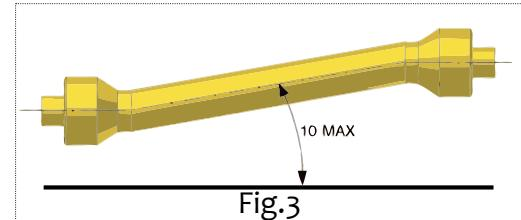

Fig.3
- Die Zapfwelle ausschalten, wenn die Gelenkrolle einen zu offenen Winkel (nie über **10 Grad**, Abb. 3) aufweist und wenn sie nicht benutzt wird.
Verladen mittels Kran: Sicherstellen, dass der zum Heben des Geräts zur Verfügung stehende Kran eine passende Tragfähigkeit aufweist. Die Lastanschlagstellen zum Heben sind gut sichtbar und werden durch Aufkleber kenntlich gemacht. Siehe Abb. 3. Das Gerät sehr vorsichtig heben und es langsam und ruckfrei auf dem Lkw oder dem Eisenbahnwaggon absetzen.